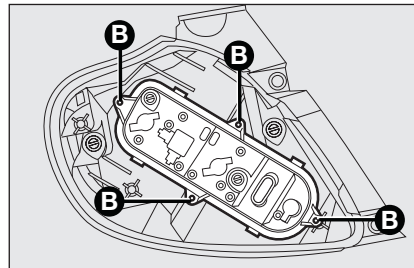

Abb. 20
- ☐ Die Glühlampenabdeckung durch Lösen der Klipps **B-Abb. 20** entfernen.